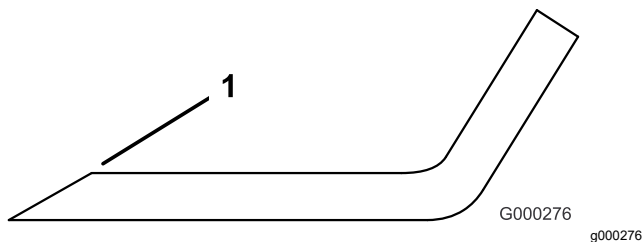

図 77
3. すべてのブレードの刃先を点検し、刃先が丸くなっていたり打ち傷がある場合には研磨する **図 77**。
注 研磨は刃先の上面だけに行い、刃の元々の角度を変えないように十分注意する **図 77**。両方の刃先から等量を削るとブレードのバランスを維持することができます。